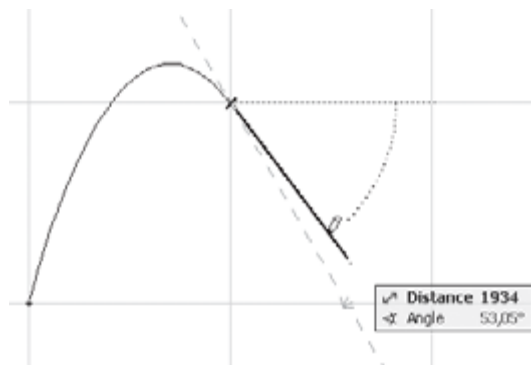

Рис. 3.28. Построение кривой Безье
3. Не отпуская кнопку, продолжайте перемещение указателя для подбора необходимой кривизны сегмента (рис. 3.28).